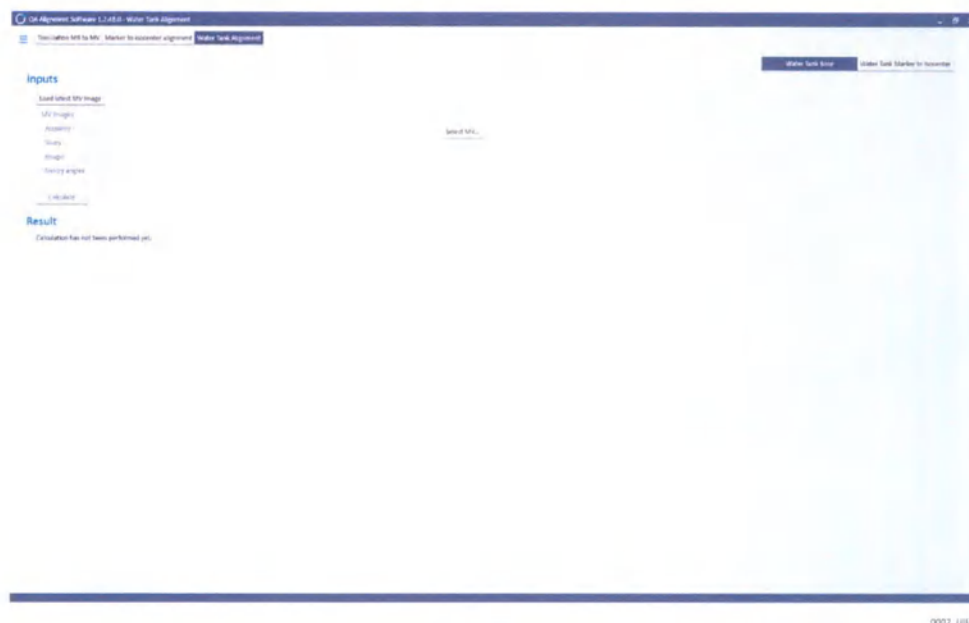

Рис. 7.49 Страница выравнивания положения емкости для воды
- 11 Перейдите на вкладку **Water Tank Alignment** (Выравнивание положения емкости для воды) (см. Рис. 7.49).